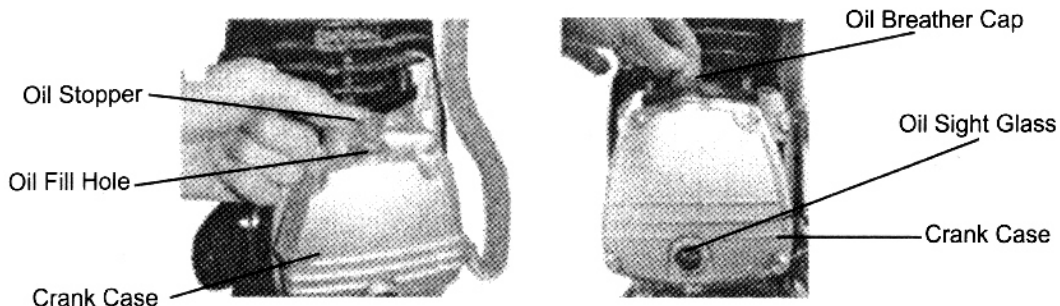

Afbeelding 1
4. Herhaal stap 2 tot 3 voor de andere wielen. (zie afb. 1)